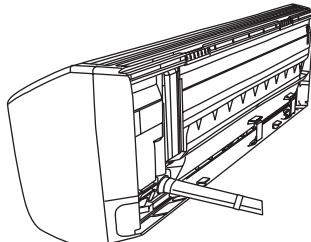

图7
(1) 当要把铜管从后面引出时，将铜管、排水管和连接电缆一起用附件⑪胶带绷紧。（图7）